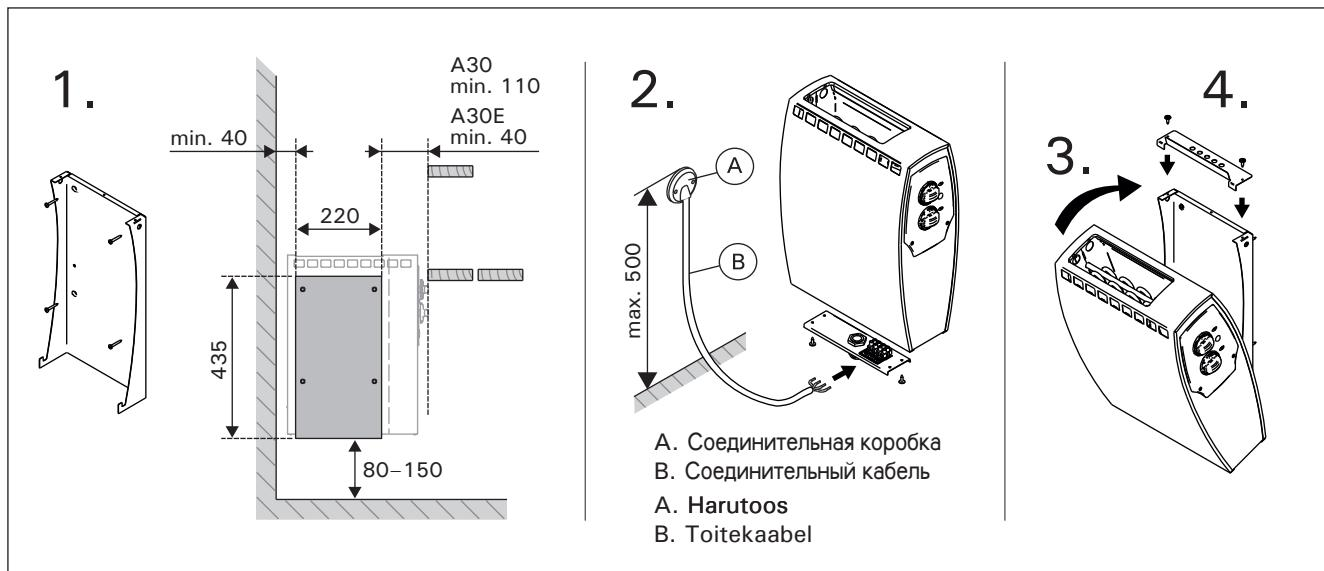

Рисунок 7. Крепление каменки к стене (все размеры приведены в миллиметрах)
См. рис. 7.
- Каменка гибким проводом подсоединяется к соединительной коробке (рис. 7: А) на стене сауны. Соединительная коробка должна быть брызгозащищенной и находиться на расстоянии не выше 500 мм от пола.
- В качестве кабеля (рис. 7: В) следует использовать резиновый кабель типа HO7RN-F или подобный. **ВНИМАНИЕ! Использование кабеля с ПВХ-изоляцией запрещено вследствие его разрушения под воздействием тепла.**